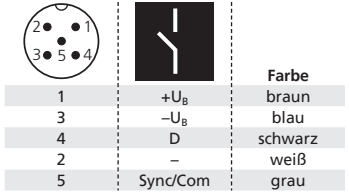

Bild 2: Pinbelegung mit Sicht auf den Sensorstecker und Farbkodierung der microsonic-Anschlusskabel
- Anschlusskabel an den M12-Gerätestecker anschließen, vgl. Bild 2